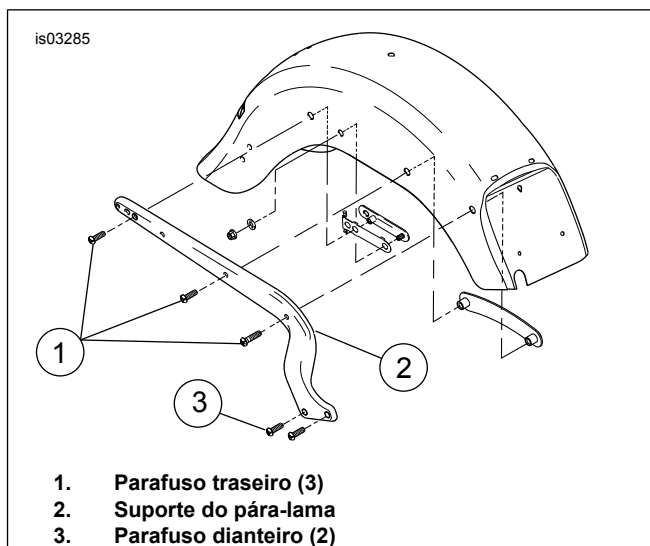

Figura 4. Parafusos do suporte do pára-lama e suporte do pára-lama
6. Veja a Figura 4. Remova os três parafusos (1) traseiros do suporte do pára-lama (2).
7. Afrouxe, mas não remova os dois parafusos dianteiros (3) do suporte do pára-lama.